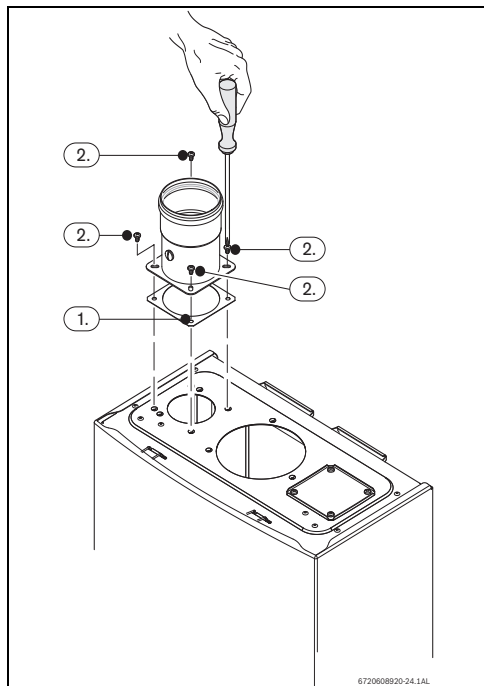

Fig. 25
- ▶ Colocar el sello entre el aparato y el accesorio, consultar la Fig. 25 , pos. 1.
- ▶ Apretar los 4 tornillos del accesorio de admisión de aire, consultar la Fig. 25 , pos. 2.